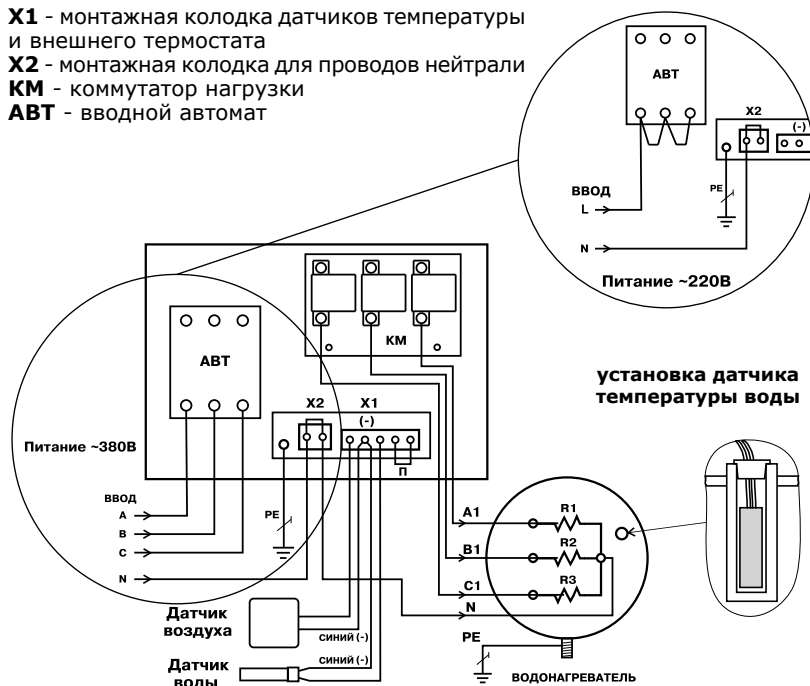

Рис.2 Схема подключения панели управления
5.2. Эксплуатация панели должна осуществляться только при условии ее подключения в соответствии со схемой подключений (Рис.2).
6.3. Подключить панель к питающей сети кабелем соответствующего сечения исходя из номинальной мощности электроводонагревателя согласно схеме подключений Рис.2 настоящего паспорта. Если используется одножильный медный провод, то необходимо тщательно зачистить и облудить присоединяемые концы. При использовании многожильного кабеля его концы необходимо тщательно зачистить и обжать контактным наконечником.
6.4. При подключении панели ПУ ЭВТ-И1 к однофазной сети переменного тока необходимо соединить вместе клеммы А,В,С вводного автомата и подключить их к фазному проводу питающей сети. Нулевой провод питающей сети подключается согласно схеме Рис.2.
Для этого необходимо извлечь защитную пробку из отверстия, поместить в него датчик до упора и зафиксировать его пробкой, входящей в комплект датчика, (см.Рис.2). Датчик температуры воздуха необходимо установить в помещении на высоте 1.4-1.5 м от пола, исключив прямое воздействие на него потоков воздуха от нагревательных приборов, вентиляторов, солнечных лучей и т.д.. Нагрев корпусов датчиков при монтаже не должен превышать их максимальную рабочую температуру. Подключить датчики к монтажной колодке Х1 в соответствии со схемой Рис.2, обращая особое внимание на полярность датчиков. Провода датчиков синего цвета, помеченные знаком (-) подключаются на клемму колодки Х1 помеченную знаком (-) Рис.2. Датчики подключаются медными проводами сечением 0,5-0,75 кв.мм необходимой длины. При длине провода более 10 метров желательно использовать провода свитые в пары (не более 50 метров).
6.6 В пульте имеется возможность подключение внешнего термостата. Подключить внешний термостат к монтажной колодке Х1 вместо перемычки (П) Рис.2.
**Внимание!** В случае отсутствия перемычки (П) или внешнего термостата, подключенного вместо перемычки к колодке Х1 (Рис.2) устройство будет отключено.
6.7. Подключить панель к электроводонагревателю согласно схеме подключений Рис.2 кабелем соответствующего сечения исходя из номинальной мощности электроводонагревателя.
6.8. Выполнить заземление (защитное зануление) корпуса панели в соответствии со схемой подключений Рис.2.